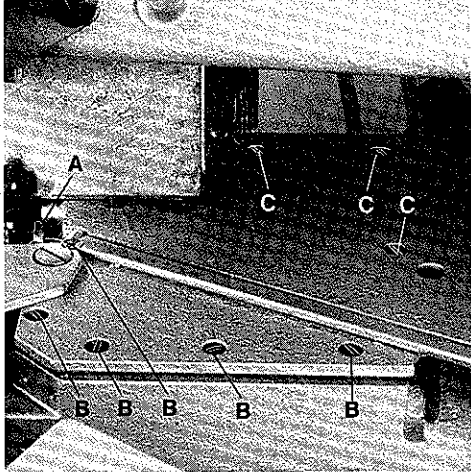
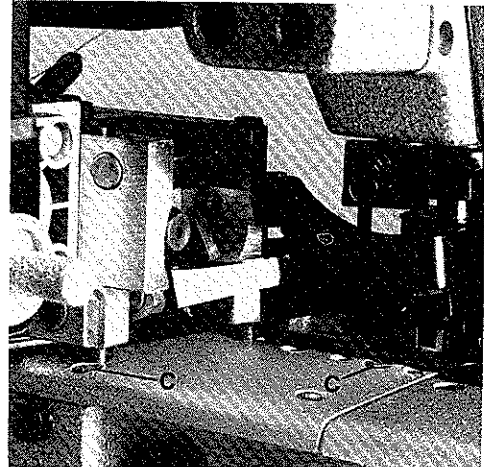

Fig.61
Fig.62
Disconnect cable for FAST ACTION TAPE CUTTER on control box under the table board and the rapid action hose coupling on cutter (see Figs. 3 and 3A). Remove looper thread guide (A, Fig. 61). Screw out the five countersunk head screws (B) and the five filister head screws (C, Figs. 61 and 62) and remove the FAST ACTION TAPE CUTTER assembly from sewing machine.
Lösen Sie die Kabelverbindung für die "SCHNELLE SCHERE" am Schaltkasten unter der Nähtischplatte und die Schnellverschlußkupplung an der Schere (siehe Fig. 3 und 3A). Entfernen Sie die Greiferfadenführung (A, Fig. 61). Entfernen Sie die fünf Senkschrauben (B) und die fünf Zylinder-Kopfschrauben (C, Fig. 61 und Fig. 62) und nehmen die komplette "SCHNELLE SCHERE" aus der Maschine.